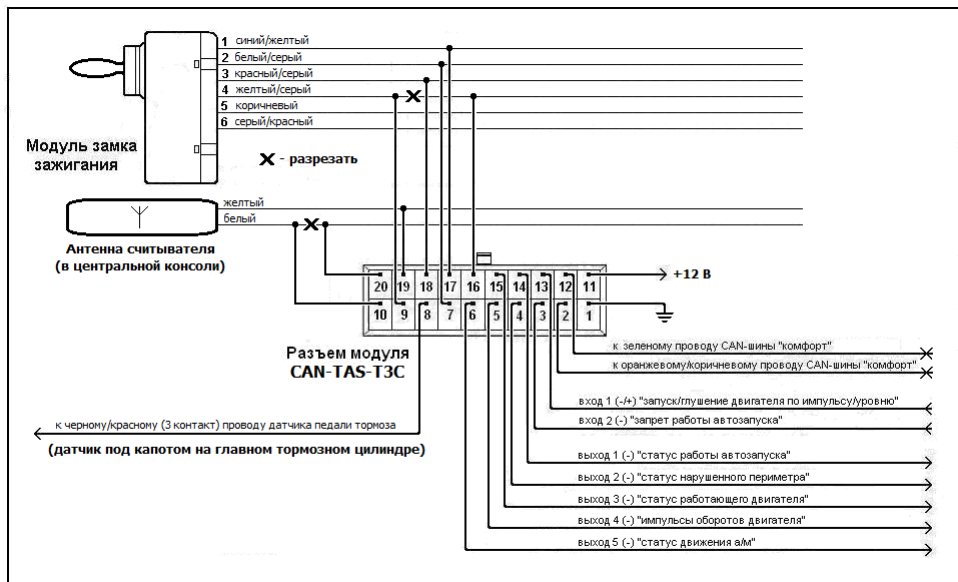

Рис. 1. Схема подключения модуля CAN-TAS-T3C
- Скоммутируйте провода разъема модуля согласно схеме подключения (Рис.1) и иллюстраций мест подключения (Фото 1,2,3).